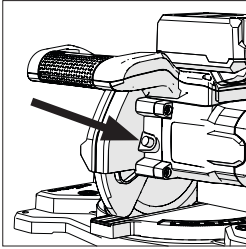
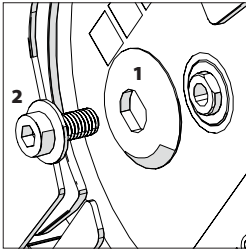

Fig. 24
Fig. 25
Tryck och håll nere hjulaxelns låsknapp på motorns hölje samtidigt som hjulaxelns skruv vrids med den levererade insexnyckeln tills knappen helt placeras i skafvet och låser skafvet (Fig. 24). Fortsätt att ta bort hjulaxelnskraven och den yttre bladflänsen (Fig. 25). Frigör hjulaxelns låsknapp.
Montera den yttre flänsen (1) (platt på maskinen) och hjulaxelskruven (2) (Fig. 25).
Tryck och håll nere hjulaxelns låsknapp på motorns hölje samtidigt som hjulaxelns skruv spänns med den levererade insexnyckeln tills knappen helt placeras i skaftet och låser skaftet (Fig. 24).